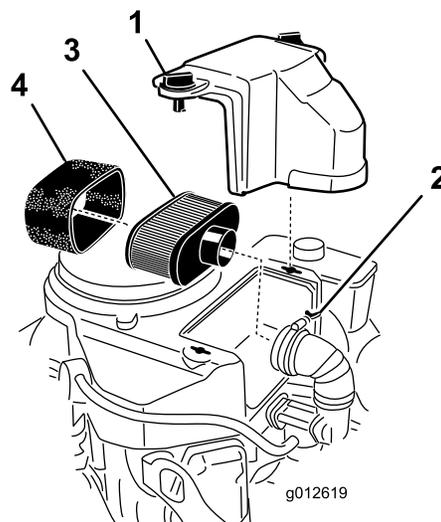

Рисунок 28
3. Очистите область вокруг воздушного фильтра для предотвращения попадания загрязнений в двигатель, что может вызвать его повреждение (Рисунок 28).
4. Ослабьте фиксацию ручек крышки и снимите крышку воздухоочистителя (Рисунок 28).
5. Ослабьте фиксацию хомута шланга и снимите воздухоочиститель в сборе (Рисунок 28).
6. Осторожно снимите элемент из пеноматериала с бумажного элемента (Рисунок 28).
1. Легким постукиванием очистите бумажный элемент от пыли. Замените бумажный элемент, если он очень грязный (Рисунок 28).
1. Осторожно наденьте элемент из пеноматериала на бумажный элемент (Рисунок 28).
2. Установите воздухоочиститель в сборе на его основание или на шланг и закрепите его (Рисунок 28).
3. Установите на место крышку воздухоочистителя и затяните ручки крышки (Рисунок 28).